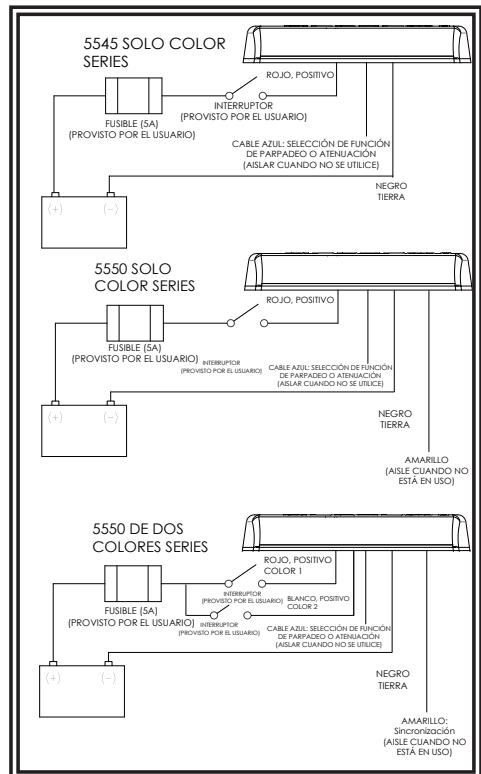

FIGURA 6
5. Conecte los cables de alimentación como se indica en la sección de cableado (vea la figura 6).
El cableado de la microbarra de montaje permanente es el que se muestra en la figura 6. Todo el cableado debe ser como mínimo 18 AWG. La línea positiva debe tener un fusible de 6 amperes, según se indica. Se puede utilizar un interruptor para controlar la función de encendido-apagado.